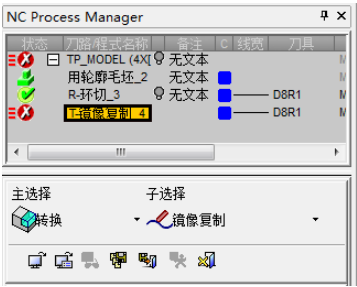

图 4-57 “NC Process Manager”对话框 (2)
1) 创建程序。单击“加工向导”工具栏上的“加工程序”按钮，弹出“NC Process Manager”对话框 (2)，“主选择”为“转换”，“子选择”为“镜像复制”，如图 4-57 所示。